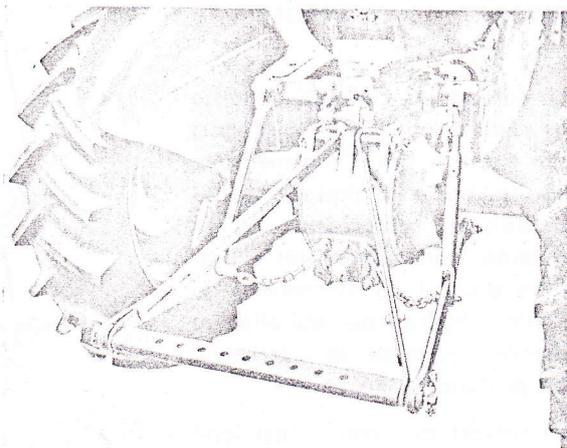

FIG. 27 : BARRE DE TRACTION.
Barre de traction (fig. 27).
La figure 27 montre la barre de traction réglable montée sur le tracteur de façon correcte avec ses
12) BARRE DE TRACTION (fig. 27).